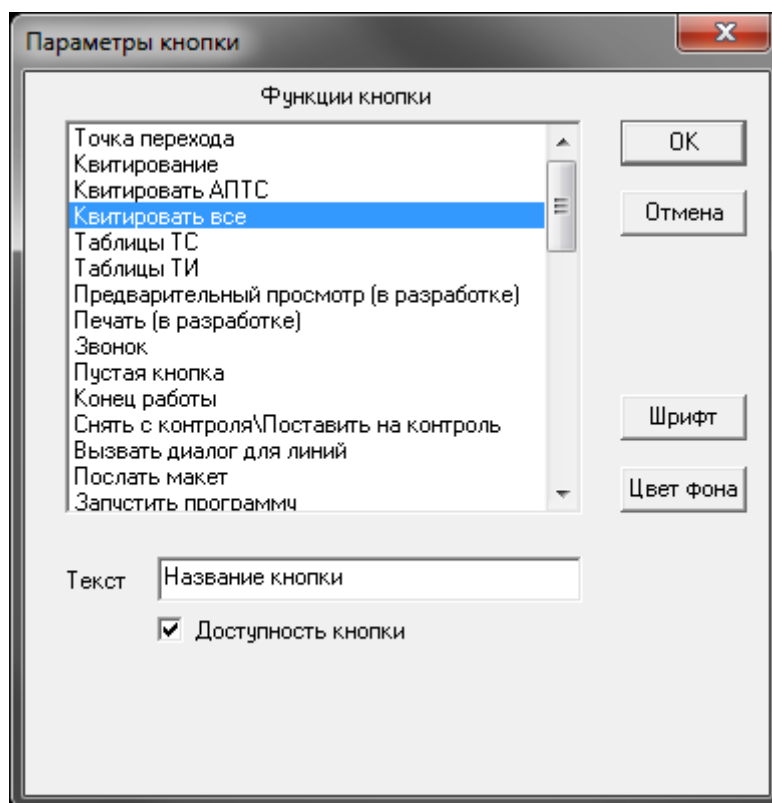

Рисунок 4.87 – Окно «Параметры кнопки»
**«Кнопка»** (далее функциональная кнопка) позволяет задать основные параметры и функции кнопки. При создании функциональной кнопки, автоматически появляется окно **«Параметры кнопки»** (Рисунок 4.87).